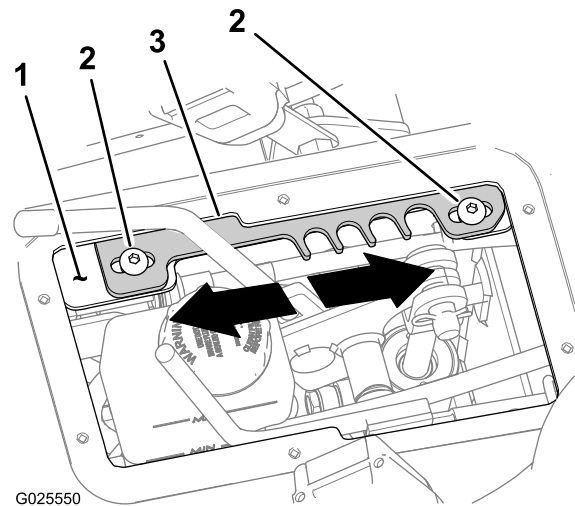

Figura 72
4. Mova a alavanca de velocidade para a posição **T** (Transporte) (Figura 72).
5. Desaperte os 2 parafusos sextavados interiores (5/16 x 3/4 pol.) que fixam a placa de detenção ao suporte de apoio da alavanca (Figura 72).
- Mova a placa de detenção **para a frente** para aumentar o limite de velocidade máxima (Figura 72).
- Mova a placa de detenção **para trás** para diminuir o limite de velocidade máxima (Figura 72).